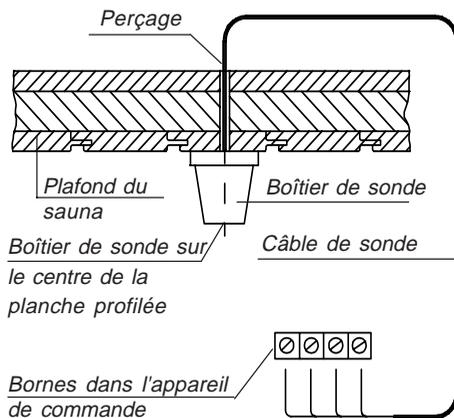

Fig. 20
3. Introduisez les câbles des sondes par l'orifice percé et branchez le câble conformément à la fig. 20.